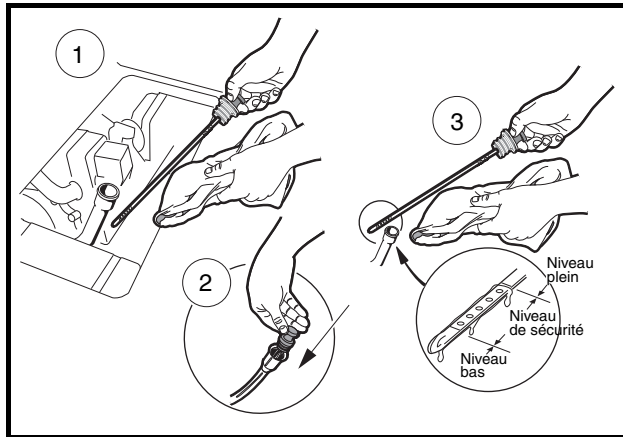

Figure 35 Vérifier le niveau d'huile moteur
1. Retirer la jauge à huile du tube de remplissage d'huile et l'essuyer (1) (**Figure 35**). Voir **ATTENTION** ci-dessous.